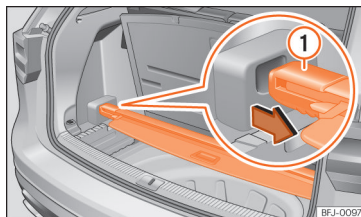

Рис. 196 Під підлогою багажника: зберігання полиці.
- Покладіть полицю на спеціальні опори »» рис. 196.